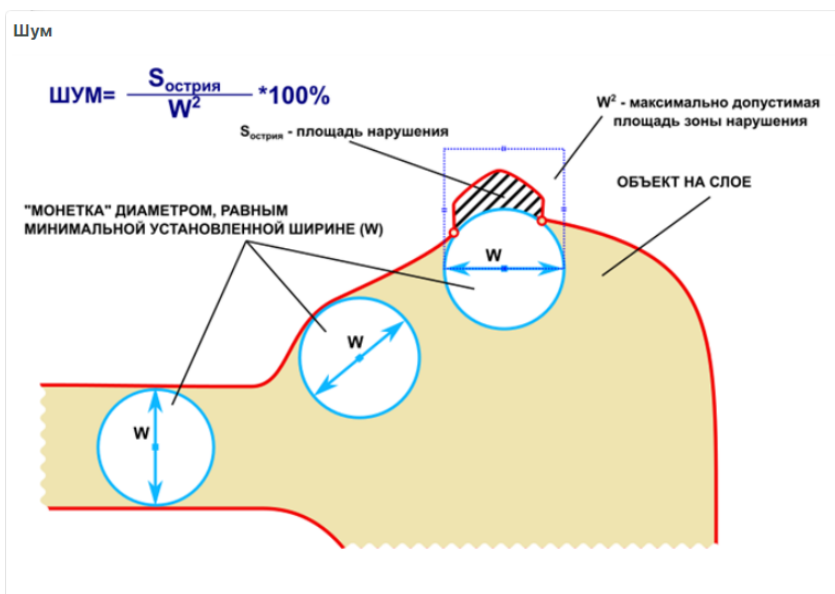

Рис. 680 Расчет значения шума
- максимального заданного значения шума: отношения площади острия к квадрату минимальной ширины (0%–100%) для всех элементов, расположенных на выбранных слоях печатной платы, см. Рис. 680.